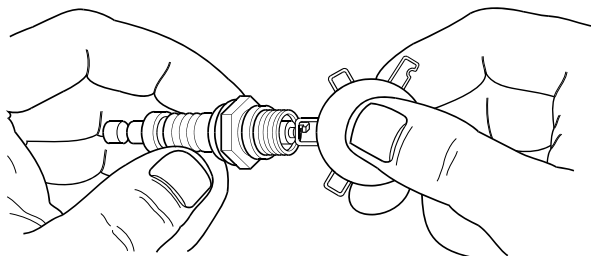

Figure 6-7. Écartement de la bougie
3. Vérifiez la distance entre les électrodes à l'aide d'une jauge d'épaisseur à fils et remplacez les électrodes de la bougie d'allumage à la distance recommandée si nécessaire (voir les caractéristiques techniques) (Figure 6-7).